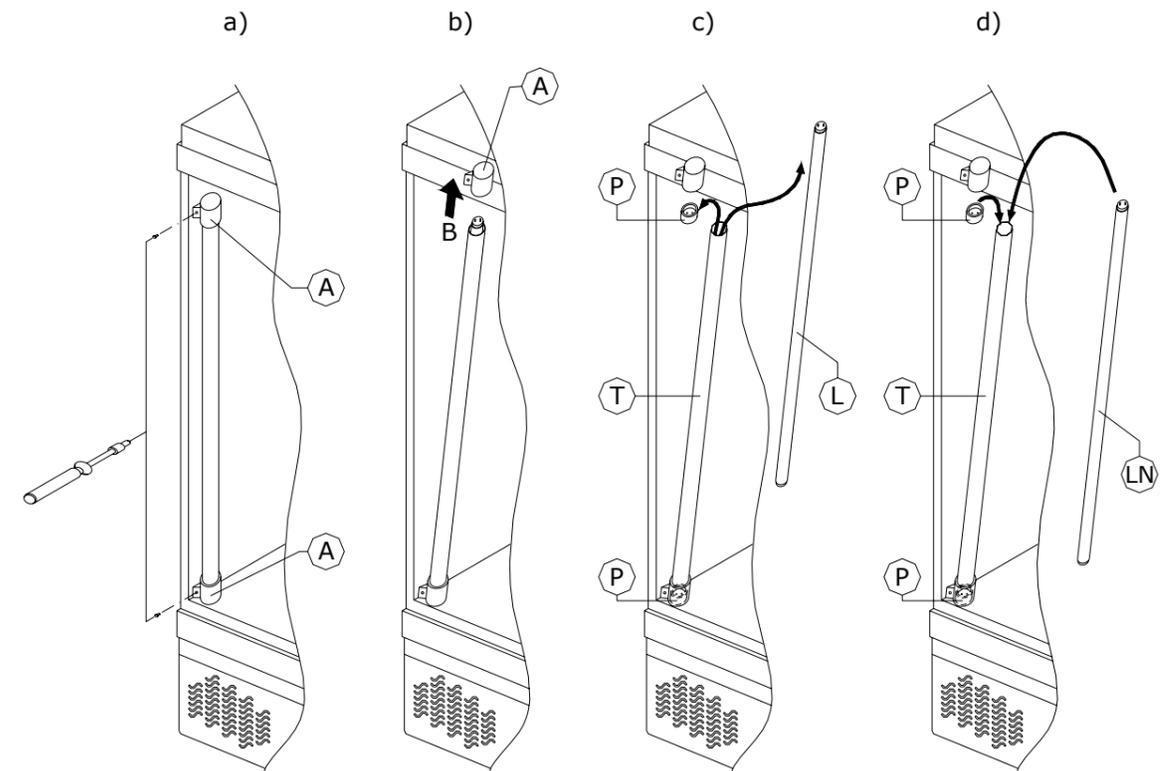

Bild 2
4. Lösen Sie den Gummiablassschlauch von seiner Halterung im Motorraum und legen Sie ihn in den Behälter (Bild 2 - b).
1. Entfernen Sie mit einem Schraubendreher die Schrauben der weißen Kunststoffabdeckungen der Halterung (A), die das transparente Lampenrohr halten (Abbildung 2 - a).
2. Entfernen Sie vorsichtig die weißen Kunststoffhalterungen (A) von der Ober- und Unterseite des Rohrs, Pfeil "B" (Abbildung 2 - b).
3. Entfernen Sie vorsichtig die Lampenfassung (P) und nehmen Sie die Lampe (L) heraus. Entfernen Sie die Lampe aus dem transparenten Rohr (T) (Abbildung 2 - c).
4. Ersetzen Sie die Lampe (L) durch eine neue 36-Watt-Lampe (LN), setzen Sie die neue Lampe in das transparente Rohr (T) ein, achten Sie darauf, dass die Lampenhalterungen (P) an der neuen Lampe angebracht sind, setzen Sie die Kunststoffabdeckungen der Halterungen (A) wieder ein (Abb. 2 - d) und befestigen Sie sie mit den Schrauben in der ursprünglichen Position (LN)+(P)+(T)+(A).